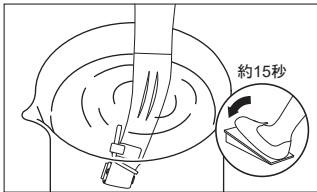

図13
- 2 ハンドピースのヘッド側を約20mm水中に入れ15秒程度正回転、逆回転で回転させてください。(図13)